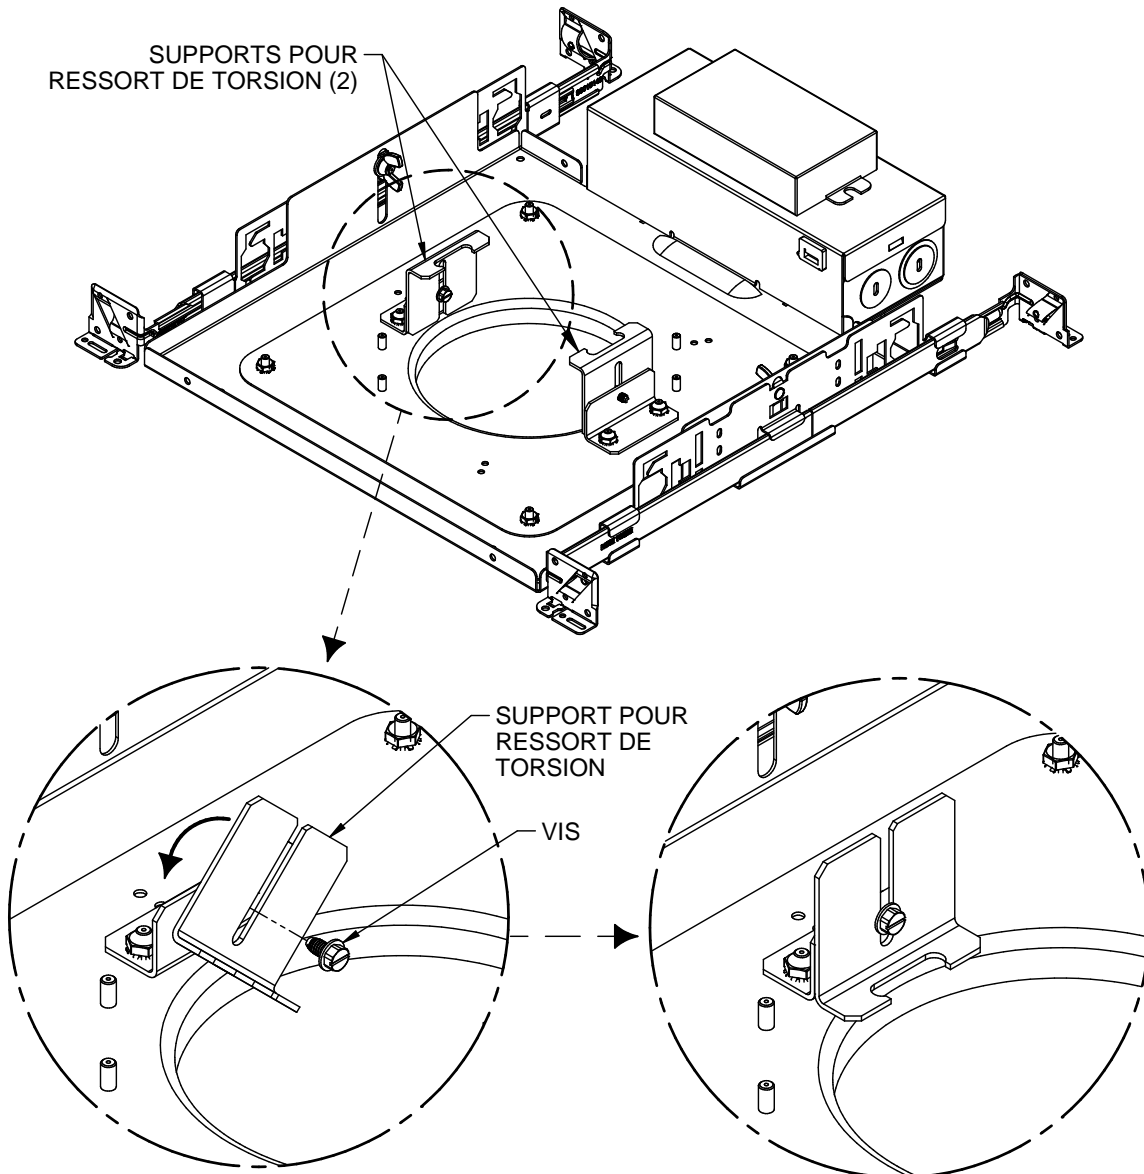

Figure 5
^^ Pour retourner les (2) supports pour ressort de torsion sur le bâti comme il se doit pour permettre la bonne installation du SCA, voir les instructions et la Figure 5 ci-dessous.
- Retirer la vis de maintien du support pour ressort de torsion, comme illustré à la Figure 5
- Tourner le support pour ressort de torsion de 90 degrés et le remettre en place comme illustré à la Figure 5
- Remonter la vis de fixation du support pour ressort de torsion comme illustré à la Figure 5